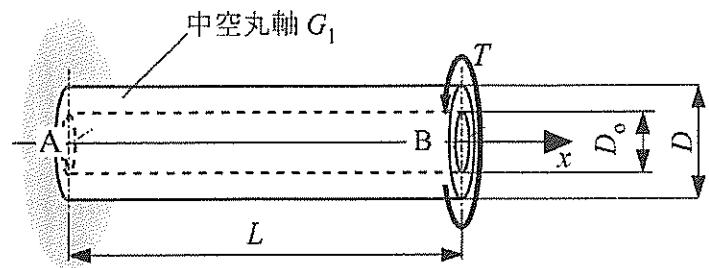

図 2-1
- (2) 図 2-1 のように, 中空丸軸の右端 B に大きさ T のねじりモーメントを与えた。中空丸軸の右端 B における左端 A に対するねじれ角の大きさを求めなさい。